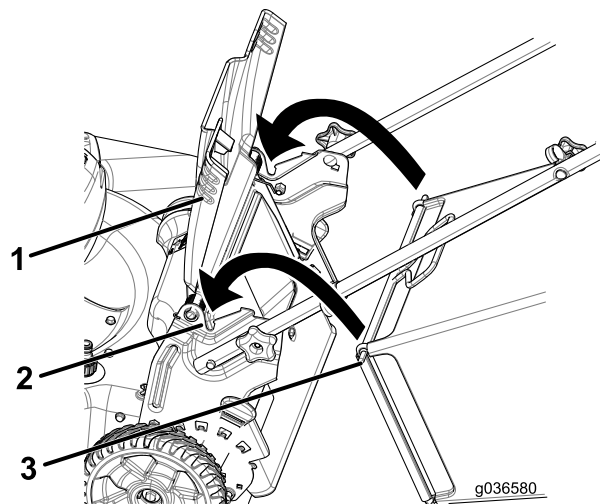

Рисунок 25
1. Поднимите и удерживайте задний дефлектор (Рисунок 25).
2. Установите травосборник и убедитесь, что его стержни вошли в пазы на рукоятке (Рисунок 25).